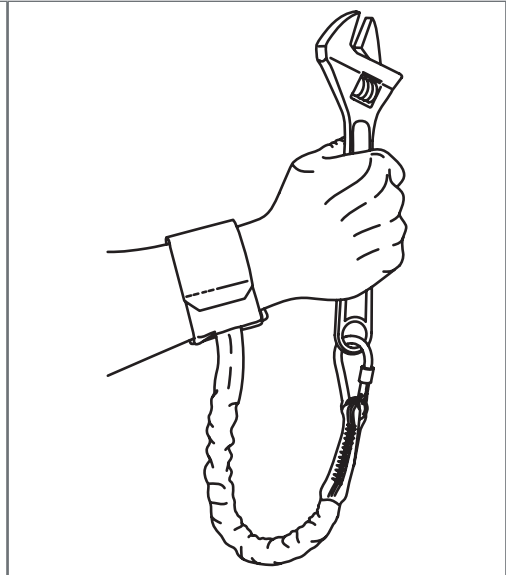

Fig. 2
2. Insérer la main dans le bracelet, puis retenir en place en utilisant la courroie. (Figure 2)